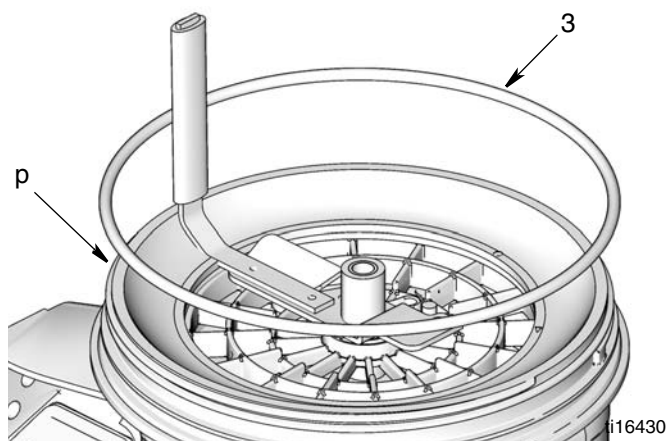

FIG. 18
1. Graisser le nouveau joint torique (3) (compris dans le kit) et l'installer autour de l'adaptateur du réservoir (p) comme indiqué dans la (FIG. 18).